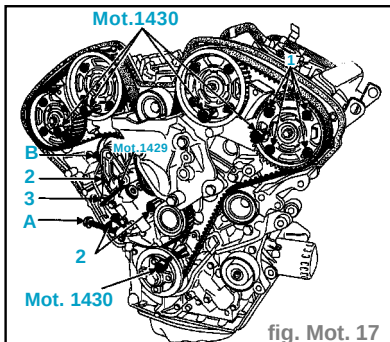
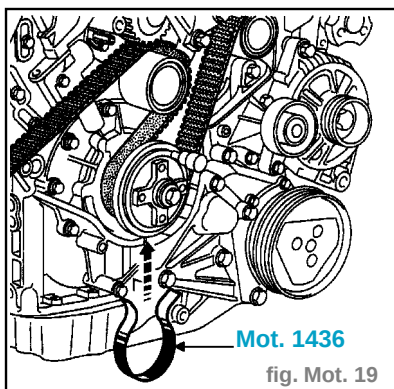
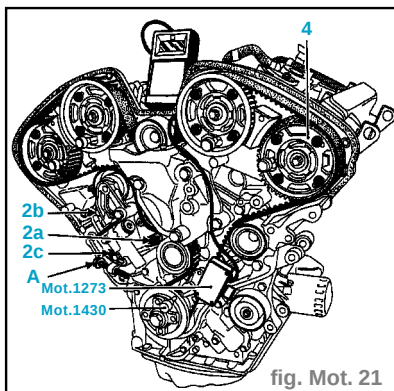

fig. Mot. 17
fig. Mot. 19
fig. Mot. 21
de vilebrequin, ainsi que les arbres à cames à l'aide des piges Mot. 1430. (fig. Mot. 17)
- Pour cela, desserrer les vis des pignons d'arbre à cames (1) et tourner les moeux d'arbre à cames à l'aide du Mot. 1428, afin de faciliter la mise en place des piges. (fig. Mot. 17 et 18)
- Mettre en place une vis (A) M8 de longueur 75 mm et l'approcher jusqu'à venir en butée. (fig. Mot. 17)
- Desserrer les vis (2).
- La vis (3) doit rester bloquée.
- le Mot. 1429 (calibre de réglage du tendeur dynamique) en desserrant la vis (A) si nécessaire,
- une vis (B) M8 de longueur 35 mm et l'approcher jusqu'à venir en contact.
- Serrer la vis (B) jusqu'au blocage du Mot. 1429.
- Desserrer la vis (A), afin de détendre la courroie de distribution.
- Serrer les vis (2) au couple de 1 daN.m puis les desserrer de 45° (fig. Mot. 17)
- Serrer les vis (1) au couple de 0,5 daN.m puis les desserrer de 45°.
- Engager la courroie de distribution sur le pignon de vilebrequin et l'immobiliser à l'aide de l'épingle de maintien Mot. 1436 (fig. Mot. 19)
- Tourner légèrement le pignon d'arbre à cames (4) dans le sens inverse horaire, afin d'engager la courroie sur le pignon.
- Effectuer la même opération pour les pignons (5), (6) et (7).
- Engager simultanément la courroie sur les galets (8) et le pignon (9).
- Déposer le Mot. 1436 et mettre en place le contrôleur de tension courroie Mot. 1273 (fig. Mot. 21)
- Agir sur la vis (A) jusqu'à obtenir une tension de 83 ± 2 Unités SEEM.
- Serrer les vis des pignons d'arbres à cames au couple de 1 daN.m en commençant par l'arbre à cames (4).
- Déposer la vis (B) et agir sur la vis (A) jusqu'à assurer le coulissement sans jeu du Mot. 1429 (fig. Mot. 17)
- Serrer au couple de 2,5 daN.m les vis (2a) puis (2b) et (2c) (fig. Mot. 21)
- Déposer la vis (A).
- Serrer les vis (1) des pignons d'arbres à cames au couple de 1 daN.m (fig. Mot. 17)
- Si la pige Mot. 1430 rentre dans son logement, desserrer de 45° les vis (1) du pignon d'arbre à cames (fig. Mot. 17)
- Si la pige Mot. 1430 ne rentre pas dans son logement, l'opération de pignage des arbres à cames est facilitée après avoir desserré de 45° les vis (1) et tourner les moyeux d'arbres à cames à l'aide du Mot. 1428.
- Serrer les vis (1) au couple de 1 daN.m en commençant par le pignon (4), puis (5), (6) et (7).